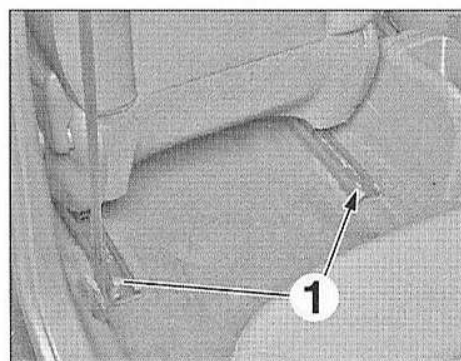

FIG.7
- Déposer les vis arrière (1) (Fig.7).